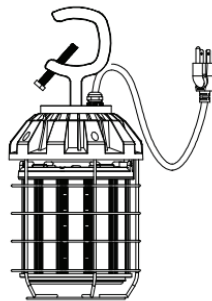

Figure 1
- 2: Vissez le crochet sur le dessus de l'appareil. (Figure 1)